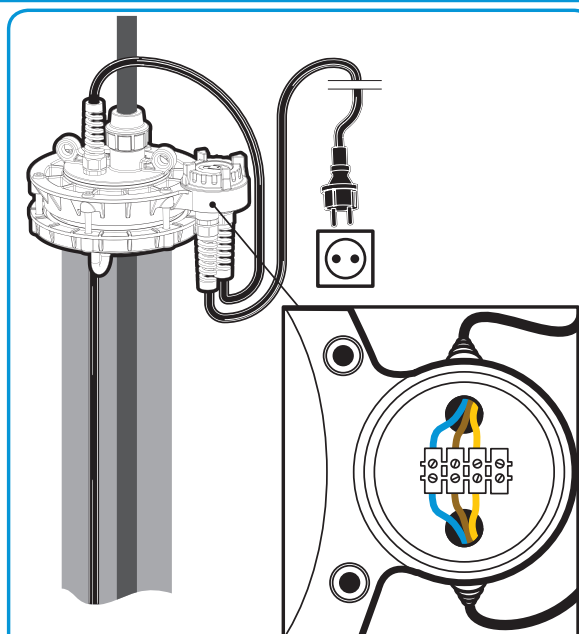

Рисунок 4.
- В оголовках с индексом «Б», имеющих базовую (стационарную) часть, в основании выполнена клеммная коробка, закрываемая резьбовой герметичной крышкой. Коробка имеет гермовводы (входят в комплект поставки) питающего сетевого кабеля и электрокабеля насоса. В коробке закреплена винтовая клеммная колодка для быстрой коммутации питающего кабеля и кабеля насоса. Подключение производится по схеме (рисунок 4).
| 4. Не поступает напряжение на насос (для оголовков с индексом «Б»). | 4.1 Отсутствие напряжения в сети.4.2 Контакты в клеммной коробке не соединены. | 4.1 Проверить напряжение в сети.4.2 Соединить контакты в клеммной коробке (см. рисунок 4). |